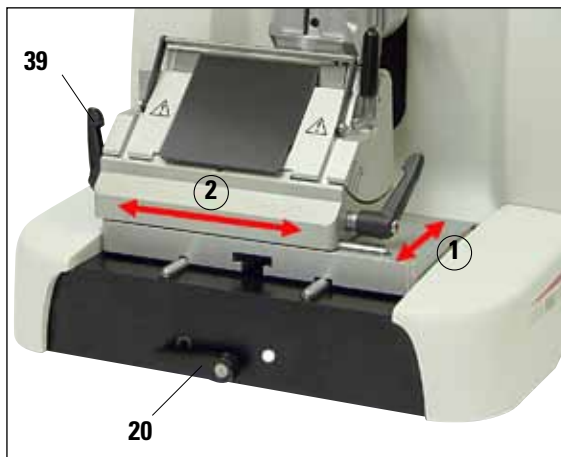

Abb. 27
- Zum Lösen der Klemmung Klemmhebel (20, Abb. 27) vorn an der Mikrotomgrundplatte gegen den Uhrzeigersinn drehen.
- Zum Klemmen Hebel (20) im Uhrzeigersinn drehen.